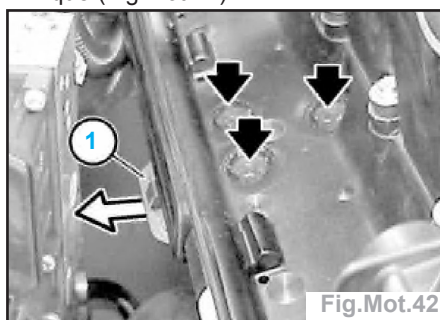

Fig.Mot.42
- Déposer le couvercle (1) de l'écran thermique (Fig.Mot.42).